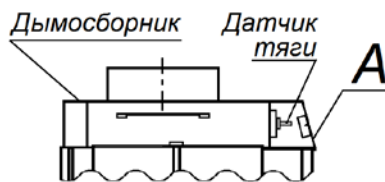

Рис. 4. Установка датчика тяги.
5.6. Датчик тяги устанавливается в переднем отсеке дымосборника (см. рис. 4), за панелью **A**.